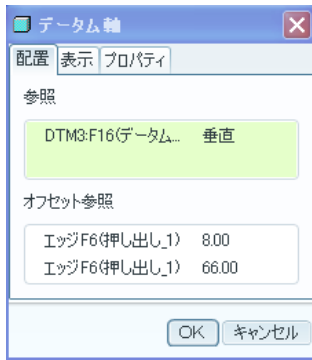

図 4-59 デーダム軸参照
- ツールチェストの「デーダム軸」を選択すると、デーダム軸の参照ボックス図 4-59 が表示される。